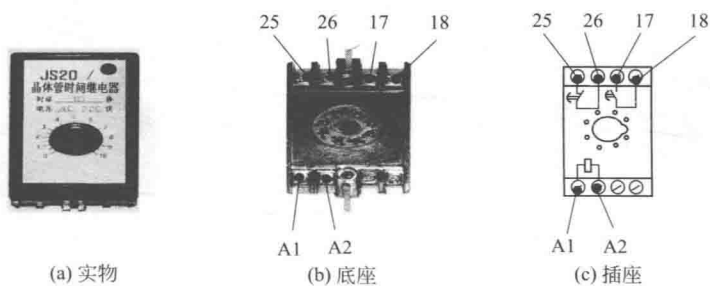

图 1-22 晶体管时间继电器实物接点编号
③ KT 晶体管时间继电器实物接点编号如图 1-22 所示。